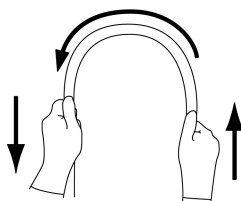

図 2
- 挿入部を両手で持ち、全長にわたって図 2 に示すように順次半円の頂点をずらすように曲げたときに、適切な軟らかさを有しており、軟らかさが不連続になっているなどの異常がないこと。